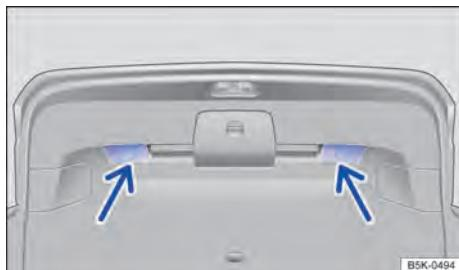

Fig. 37 Tampa traseira aberta: rebaixos para puxar.
- Segurar num dos rebaixos do revestimento interno da tampa traseira ⇒ Fig. 37 (setas).